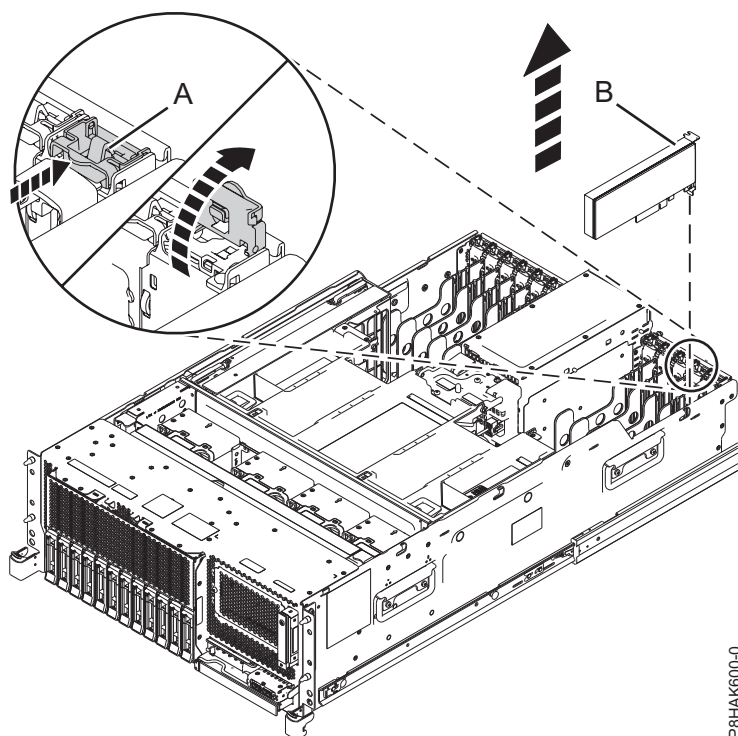
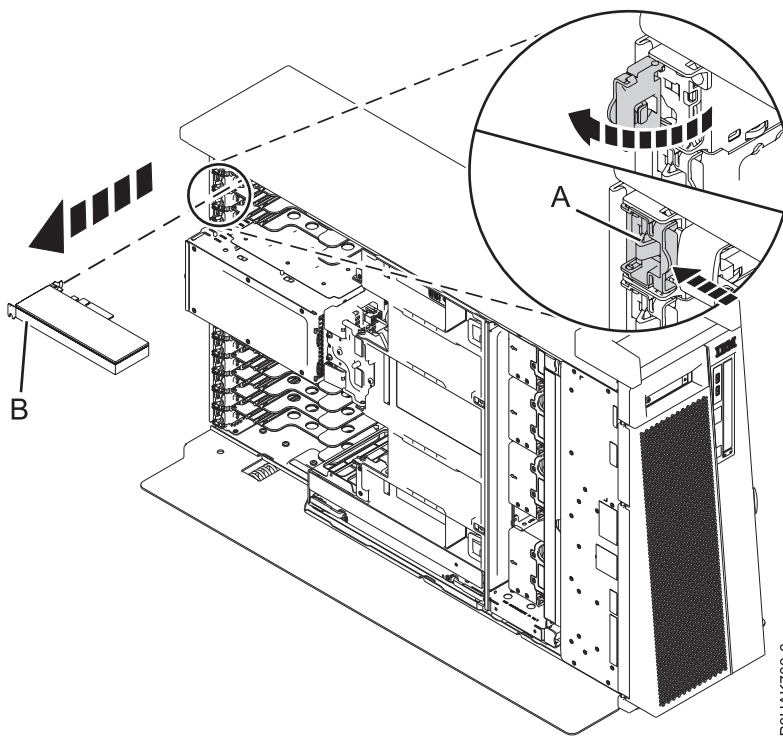

Figure 50. Retrait d'une carte PCIe d'un système monté en armoire
Figure 51. Retrait d'une carte PCIe d'un système 8286-41A autonome
2. Pour placer le loquet de la carte (**A**) sur l'emplacement cible en position ouverte, faites pivoter le loquet (**A**) situé à l'arrière du système, dans le sens illustré dans la figure 50, à la page 55 et figure 51, à la page 55.
3. Saisissez avec précaution le bord supérieur ou la contre-poupée de la carte (**B**) et retirez celle-ci de son emplacement, comme illustré dans la figure 50, à la page 55 et figure 51, à la page 55.